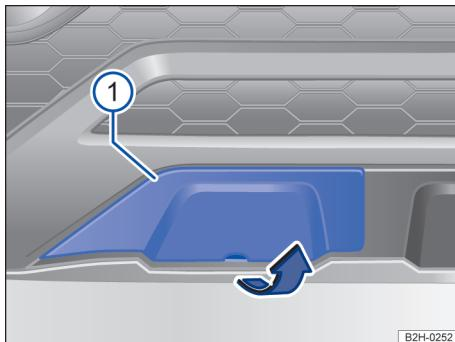

Fig. 165 No para-choque dianteiro à direita: cobertura.
O alojamento da argola de reboque rosqueável se encontra na parte dianteira direita do para-choque sob uma cobertura → Fig. 165 ①.
- Segurar no entalhe da cobertura e remover a cobertura no sentido da seta → Fig. 165.